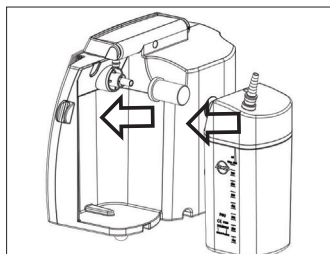

Fig 8.
- El filtro debe fijarse antes de insertar el depósito. Para insertarlo, mueva el depósito DDS hacia el filtro bacteriano. Para extraerlo, tire horizontalmente hacia fuera (Fig. 8).